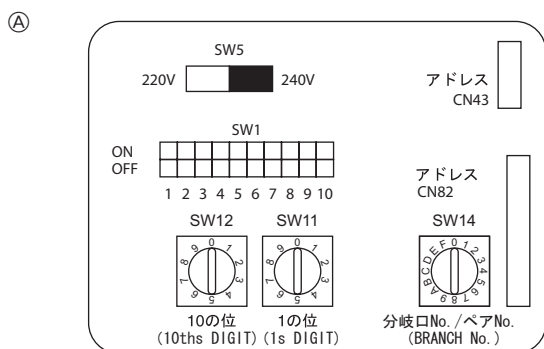

Fig. 5-5
5.5. Configuration des adresses (Fig. 5-5)